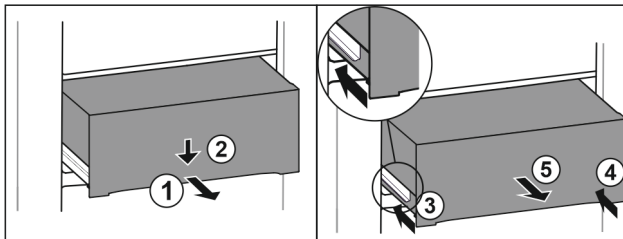

Fig. 176
- ▶ Estrarre il cassetto a metà. Fig. 176 (1)
- ▶ Premere il cassetto sul lato anteriore verso il basso. Fig. 176 (2)
- ▶ Spingere la guida sinistra di circa 2 cm verso l'interno. Fig. 176 (3)
- ▶ Spingere la guida destra di circa 2 cm verso l'interno. Fig. 176 (4)
- ▶ Rimuovere il cassetto tirandolo in avanti. Fig. 176 (5)